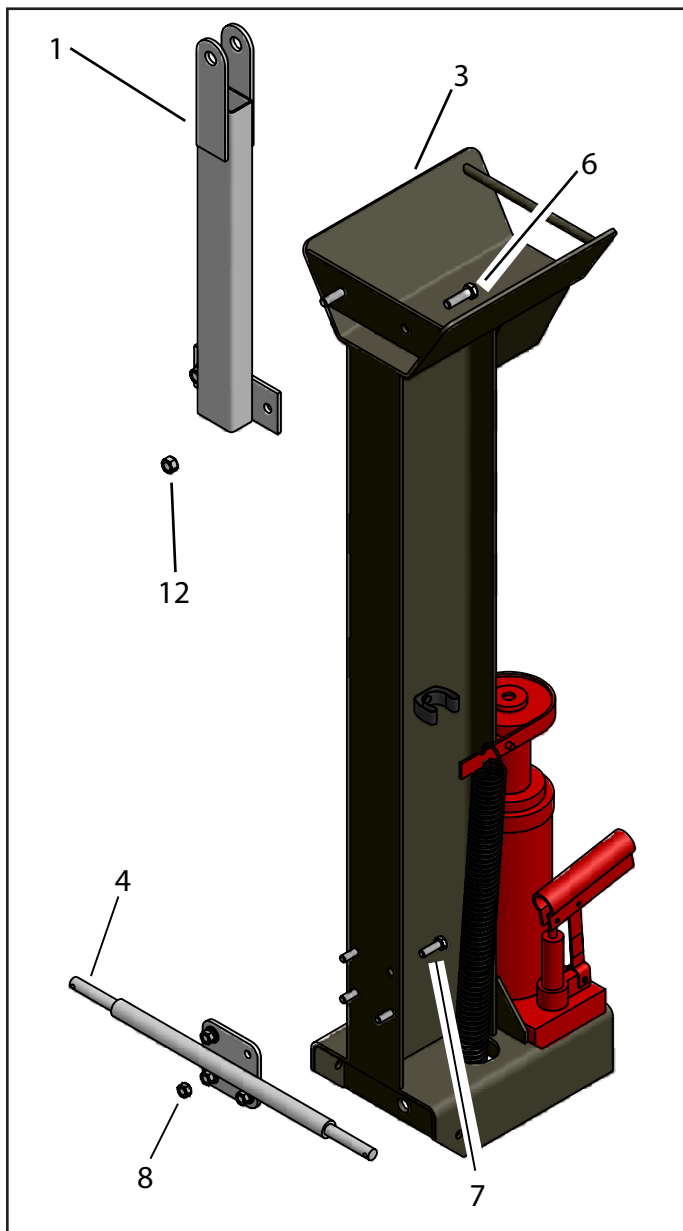

FIGURA 1
2. Teniendo la Partidora de troncos (3) sobre un extremo, fije el conjunto de enganche (1) utilizando dos tornillos hexagonales M10 x 25 (6) y asegúrelo con dos tuercas hexagonales M10 (12). Cerciérese de que todos los tornillos estén bien ajustados. Figura 1.
3. Fije el eje (4) a la Partidora de troncos (3) utilizando cuatro tornillos hexagonales M8 x 25 (7) y asegure con cuatro tuercas hexagonales M8 (8). Cerciérese de que todos los tornillos estén bien ajustados. Figura 1.